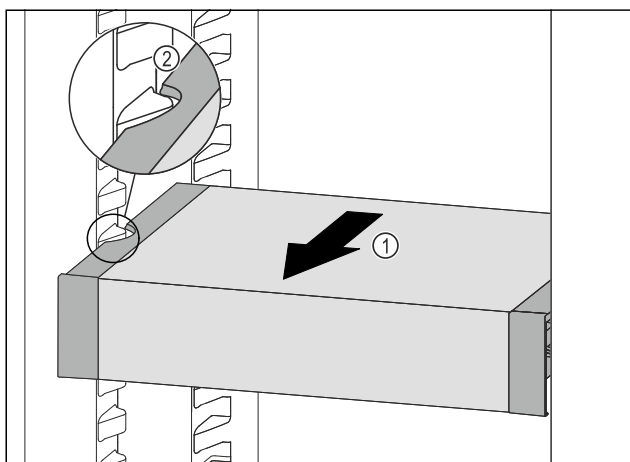

Fig. 138
- Trekk VarioSafe forover Fig. 138 (1), til utsparingene på sidene av VarioSafe er på nivå med rillene i kjøleskapet. Fig. 138 (2)